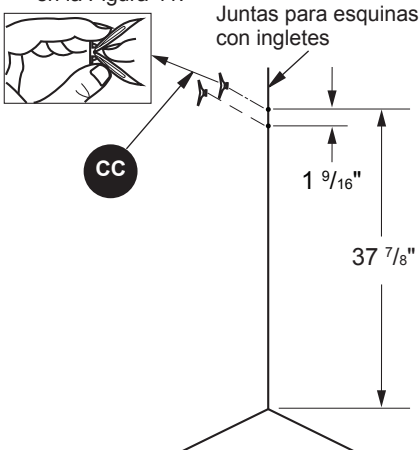

Figura 41
13. Haga dos agujeros (5/16") en la esquina donde la chimenea se va a mostrar. Perforar el primer agujero de 37 7/8" desde el principio. Taladre el segundo orificio de 1 9/16" en el primer hoyo, como se muestra en la Figura 41. Puesto 2) anclas de pared (CC) en los agujeros apretando las pestañas de anclaje vez como se muestra en la Figura 41.
14. Instale el soporte escuadra (H) en los orificios perforados en el paso 13, con 2) ST5 Tornillos 2 3/8" (EE) como se muestra en la Figura 41. Este bloque se utiliza para apoyar el panel superior del triángulo (F). Para paredes finas, inserte llave blanca (HH) en el anclaje de pared y empujar a "estallar" las alas abiertas de anclaje.